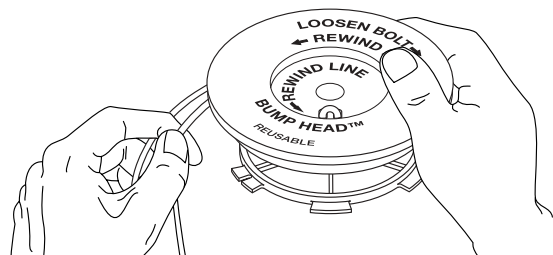

Fig. 29
- Enroulez les fils en couches uniformes serrées sur le moulinet (Fig. 29). Enroulez le fil dans le sens indiqué sur le moulinet intérieur. Placez votre index entre les deux fils pour les empêcher de se superposer. Ne superposez pas les extrémités du fil. Passez à l'étape 11.